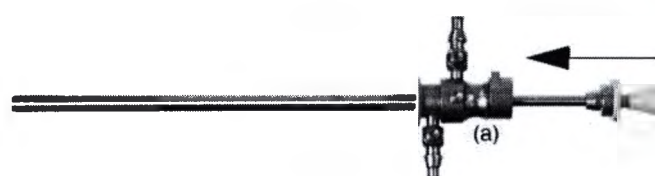

Рисунок 8: Установка обтуратора во внутренний тубус
2. Вставить обтуратор во внутренний тубус (a) и повернуть его, пока направляющая шпилька не станет на место (см. Рисунок 8).